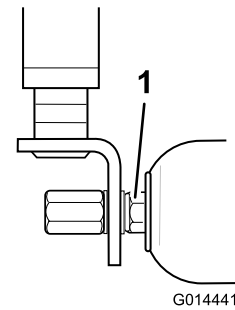

Bild 82
2. Ziehen Sie bei einer zu starken Bewegung die Muttern an jedem Ende der Rolle mit einem Schraubenschlüssel gerade so weit an, um ein Spiel am Ende zu entfernen (Bild 82).